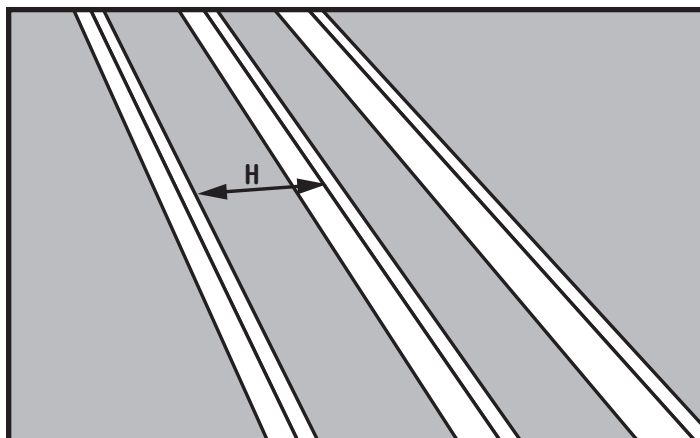

Figure 11
- Étape 1.** Mesurez la longueur de chevêtre "H" entre les solives (Voir la Figure 11).